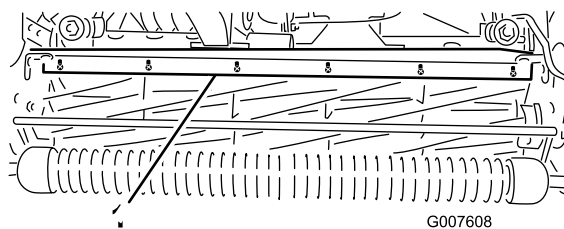

図 53
1. バー 図 53 をカッティングユニットに固定しているネジをゆるめる。